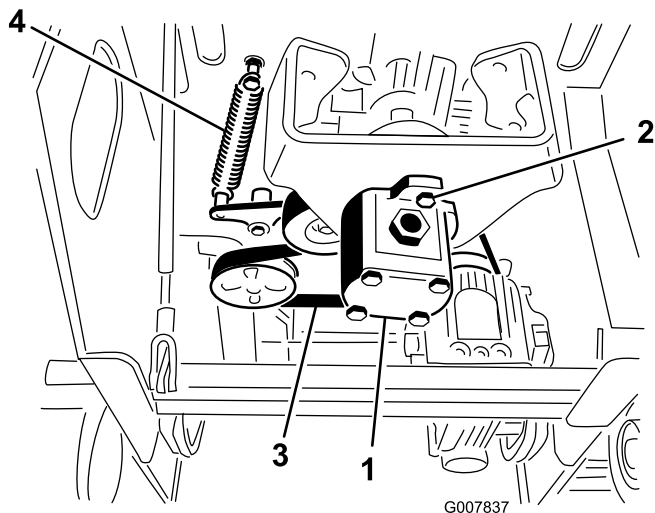

Figura 52
5. Afloje los dos pernos de la bomba (Figura 52).
6. Gire la bomba en el sentido contrario a las agujas del reloj y deje que se separe de la polea (Figura 52). Asegúrese de que el acoplamiento de araña se separe junto con la bomba.
7. Usando una herramienta especial para retirar muelles (póngase en contacto con su Servicio Técnico Autorizado), retire el extremo del muelle del perno para aliviar la tensión de la correa (Figura 52).